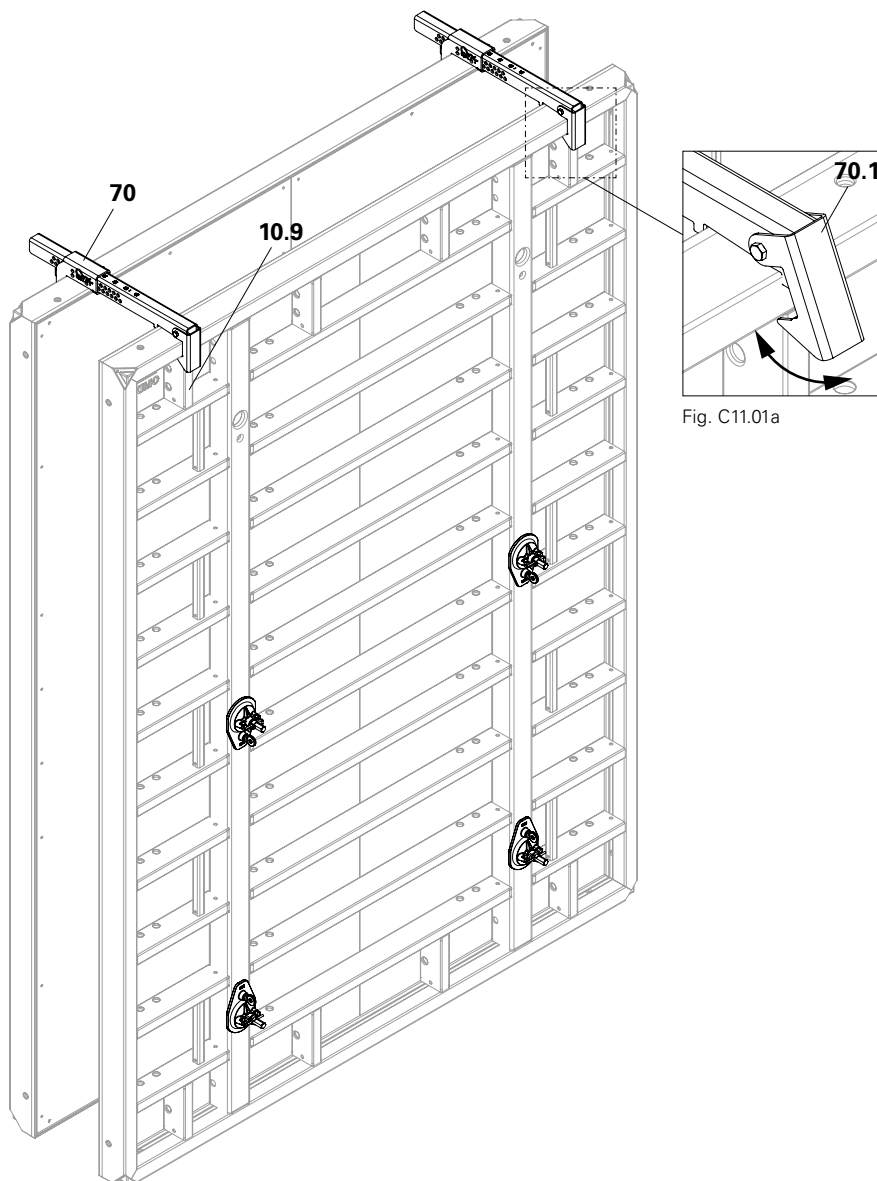

Fig. C11.01
Les panneaux sont rigidifiés par 2 écarteurs en traction et en compression (70). (Fig. C11.01)